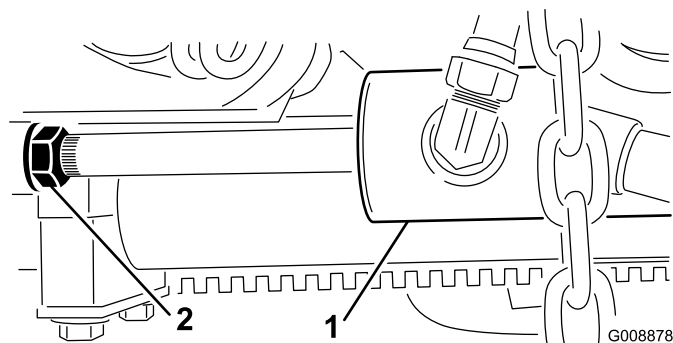

Figura 13
B. Afloje la contratuerca del cilindro (Figura 13).